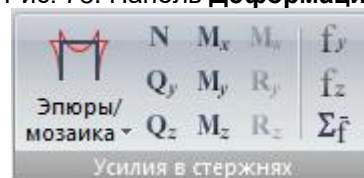

Рис. 79. Панель **Усилия в стержнях**
- **Усилия в стержнях** (рис.79) – операции по отображению эпюр и мозаик усилий в стержнях.
Панель **Усилия в стержнях** (рис.79) содержит следующие команды: